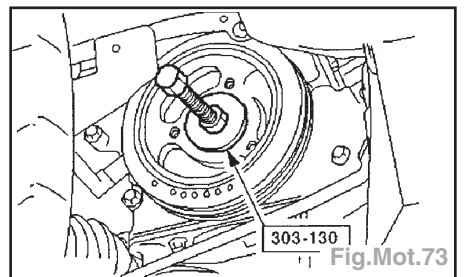

Fig.Mot.73
- A l'aide de l'outil spécial, poser la poulie de vilebrequin (Fig.Mot.73).